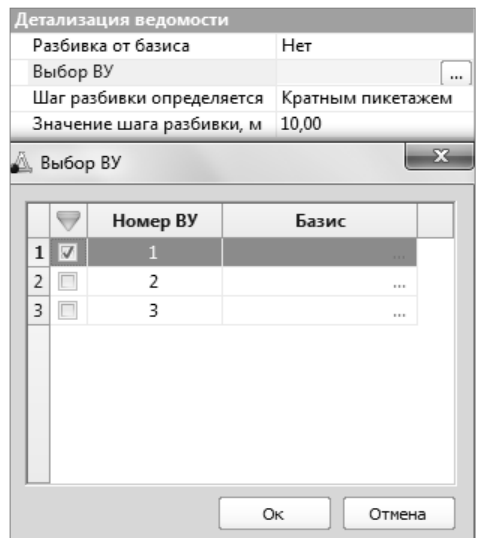

Рис. 9.10
- В группе **Детализация ведомости** сделайте выбор закругления, для которого выполняется разбивка (рис. 9.10).